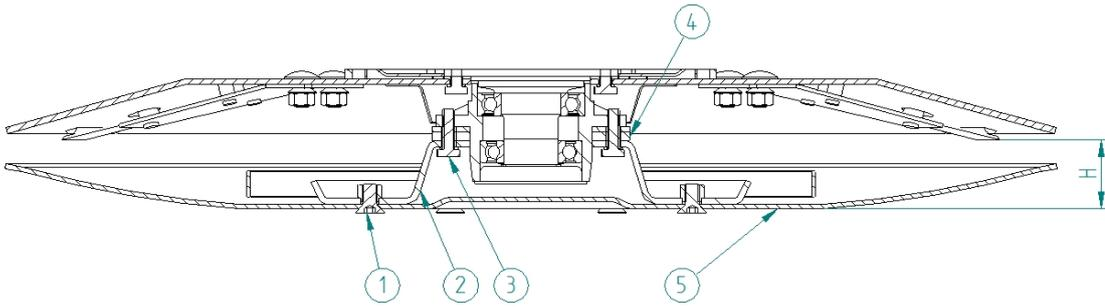

Рисунок 15 Регулировка высоты среза: H) высота реза
- 3) Выкрутите винты (рис. 15, позиция 1) и снимите скользящую пластину (рис. 15, позиция 5),
- 4) Выкрутите винты (рис. 15, позиция 3), удерживающие скользящую пластину (рис. 15, позиция 2), и снимите ее.
- 5) Отрегулируйте высоту среза (рис. 15, позиция 4 – распорные кольца).